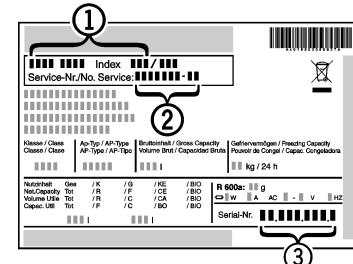

Fig. 34
Fig. 34 (1), le n° de service Fig. 34 (2) et le n° de série Fig. 34 (3) sur la plaquette signalétique. Cette plaquette se trouve sur la paroi intérieure gauche de l'appareil.
- Informer le S.A.V. et lui communiquer la panne, la désignation de l'appareil Fig. 34 (1), le n° de service Fig. 34 (2) et le n° de série Fig. 34 (3).